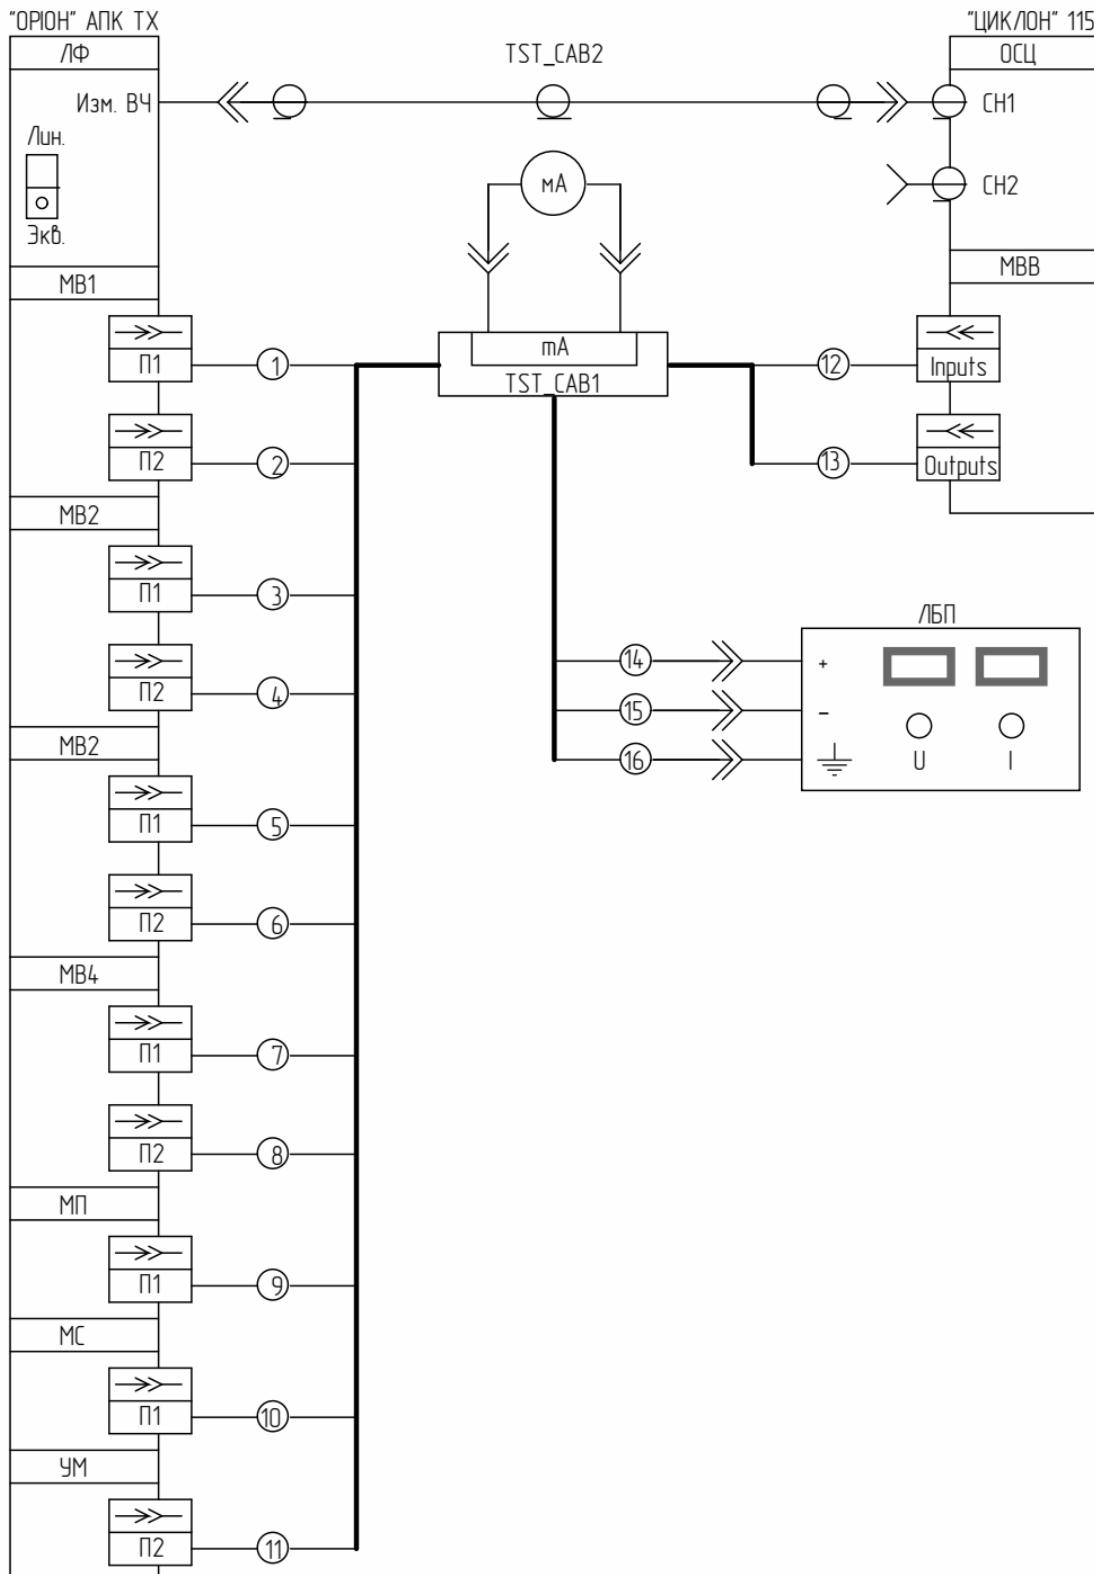

Рисунок 8.11.4 – Схема подключения
- Подключить «ОРИОН» АПК ТХ к «ЦИКЛОН» 115 и ЛБП с помощью тестовых кабелей «TST\_CAB1», «TST\_CAB2» (см. рисунок 8.11.4);
- 1) Подключить «ОРИОН» АПК TX к «ЦИКЛОН» 115 и ЛБП с помощью тестовых кабелей «TST\_CAB1», «TST\_CAB2» (см. рисунок 8.11.4);
- 1) Подключить «ОРИОН» АПК ТХ к «ЦИКЛОН» 115 и ЛБП с помощью тестовых кабелей «TST\_CAB1», «TST\_CAB2» (см. рисунок 8.11.4);